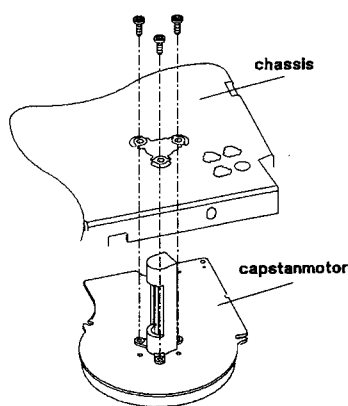

Abb. 7
- Die drei Befestigungsschrauben auf der Oberseite entfernen und den Capstanmotor nach unten aus dem Laufwerk nehmen (Fig. 7).